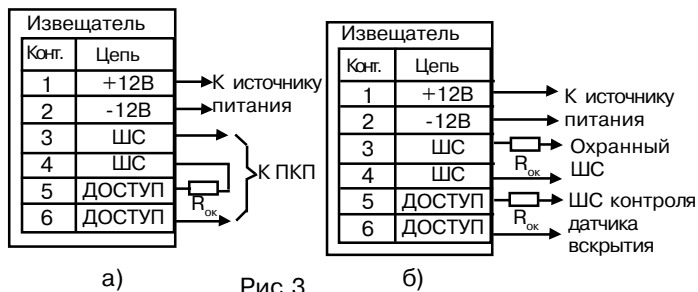

Рис.3
- Выполните соединения согласно рис.3а (для подключения в один ШС) или рис. 3б (с контролем датчика вскрытия отдельным ШС).